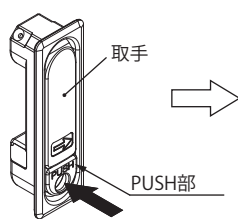

図 1
- 【開け方】 1. 取手下の PUSH 部を押してください。取手が飛び出します。(図 1、2)